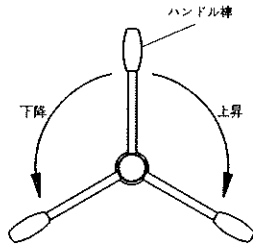

図 20
- 1) ハンドル棒を時計方向に回し、電気ドリルを本体上部に持ち上げてください。(図 20)